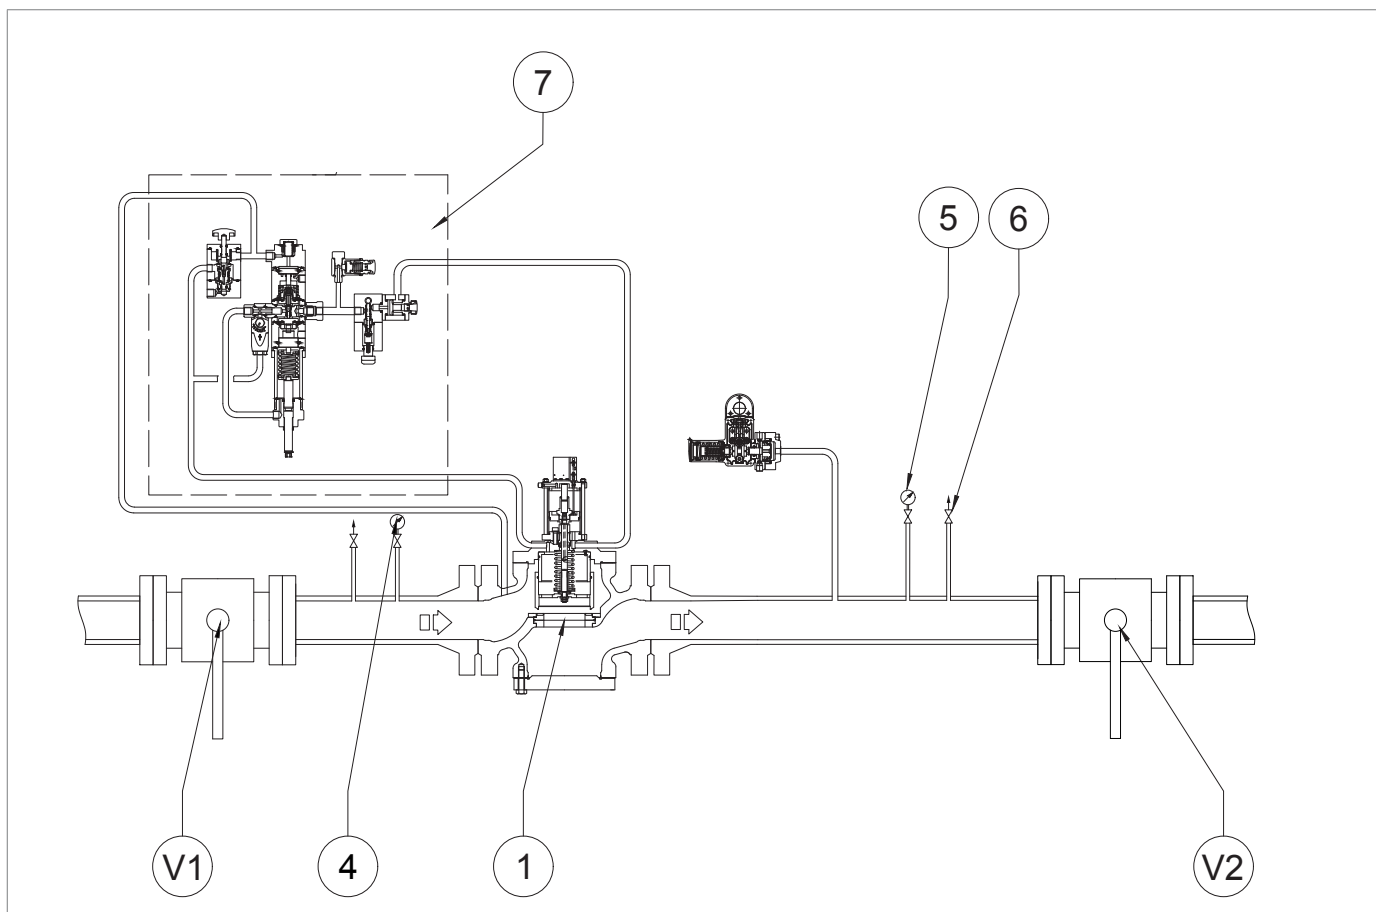

Fig. 8.11. Joint de fermeture du clapet de sécurité HBC 975
1	<p>! ALERTE !</p> <p>Vérifier la pression en se référant au manomètre en aval (fig. 8.11 réf. 5) situé en aval du régulateur principal.</p> <p>Si le clapet de sécurité :</p> <ul style="list-style-type: none"> • intervient avant la valeur de pression attendue : visser (dans le sens horaire) l'écrou de la bague de réglage (13) de manière à comprimer davantage le ressort (11) ; • ne se déclenche pas à la valeur de pression réglée : dévisser (dans le sens antihoraire) l'écrou de la bague de réglage (13), de façon à décharger le ressort (11).
2	Diminuer la pression dans la section aval en ouvrant l'évent (fig. 8.11, réf. 6) pour la ramener à la valeur d'étalonnage du régulateur principal.
3	Fermer l'évent (Fig. 8.11, réf. 6).
1	Ouvrir l'évent (fig. 8.11, réf. 6) dans l'atmosphère et le maintenir ouvert pour les étapes suivantes.
2	<p>Diminuer la pression aval à la pression minimale nécessaire au déclenchement du bloc en agissant sur le régulateur principal.</p> <div style="border: 1px solid blue; padding: 5px;"> <p>! ALERTE !</p> <p>Vérifier la pression en se référant au manomètre en aval (fig. 8.11 réf. 5).</p> <p>Si le clapet de sécurité :</p> <ul style="list-style-type: none"> • intervient avant la valeur de la pression prévue : dévisser (dans le sens antihoraire) l'écrou de la bague de réglage (15) de manière à détendre le ressort (17) ; • n'intervient pas à la valeur de pression prévue : visser (dans le sens horaire) l'écrou de la bague de réglage (15) de façon à comprimer davantage le ressort (17). </div>
5	Ouvrir à nouveau l'évent (Fig. 8.11, réf. 6).
10	Fermer l'évent (Fig. 8.11, réf. 6).